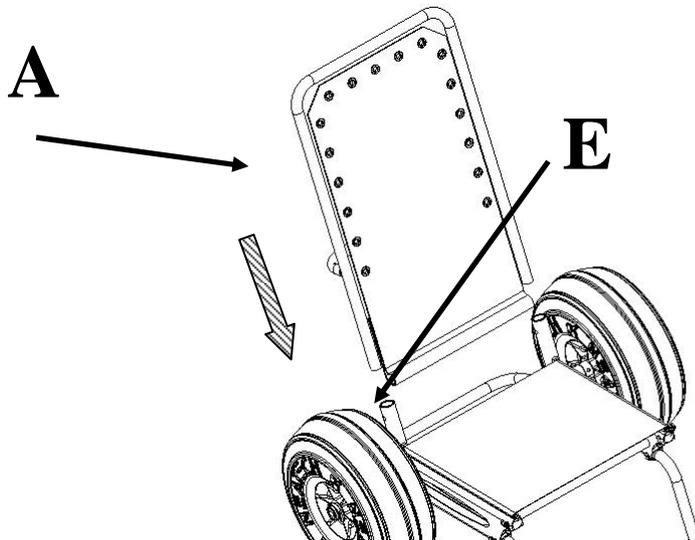

Fig.4
Insérer le dossier(A) dans le châssis principal (E), puis les 2 clips (G) profondément dans leurs trous pour verrouiller l'assemblage(Fig.4).